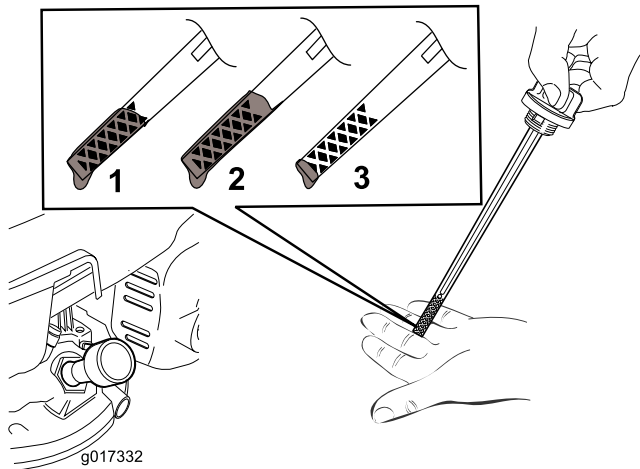

図 11
5. オイルの量の確認方法は 図 11を参照。
- 注** ディップスティックで量を確認しながら 図 11 に示される適正量までオイルを入れる。オイルを入れすぎてしまった場合には、「エンジンオイルの交換」の項に従って余分なオイルを抜き取ってください。